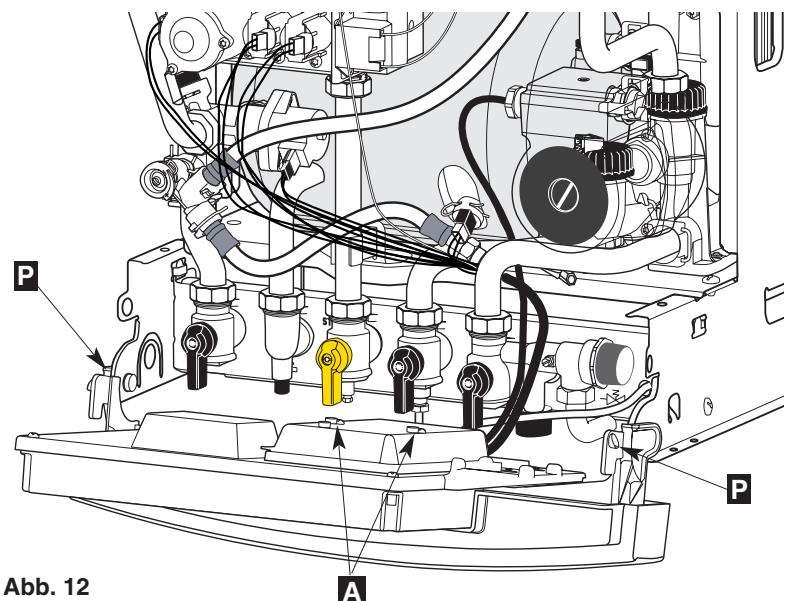

Abb. 12
- die beiden Befestigungsschrauben **A** der Schutzaube aufschrauben (Abb. 12) und die Haube abnehmen